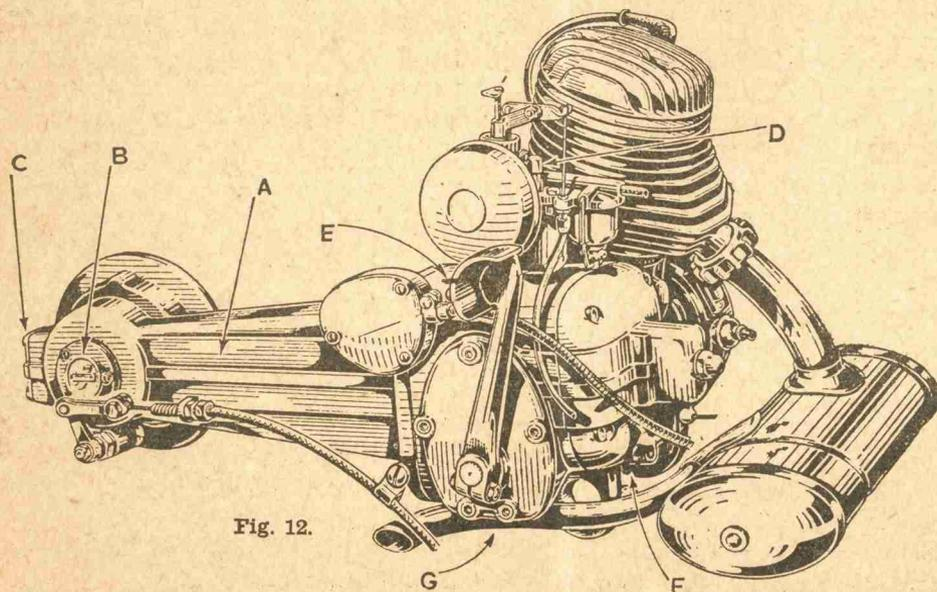

Fig. 12.
Abra el robinete y controle si la mezcla llega al carburador. Si hay necesidad, apriete el botón (D) en la tapa del carburador (fig. 12), para hacer llegar la nafta a la cámara del flotante.
Controle y mantenga el nivel de aceite en la caja de velocidad, agregando aceite en el agujero (E), hasta que salga por (F), ver (fig. 12).
(G) (fig. 12). Eche aproximadamente $\frac{1}{2}$ litro de aceite por el agujero (E). Controle y nivele el aceite en la caja de transmisión sacando la tapa (B) (fig. 12), lubrique los cojinetes de la rueda anterior con grasa.